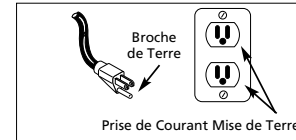

Figure 3 - Méthode de mise à la terre
1. Ce produit est conçu pour l'utilisation d'un circuit de 120 volts et a une fiche de mise à la terre comme celle indiquée sur la Fig. 3. Brancher ce produit seulement à une prise avec la même configuration de la fiche. Ne pas utiliser un adaptateur avec ce produit. Dans l'événement d'un court-circuit, la mise à la terre diminue le risque de secousse électrique en fournissant un fil d'échappement pour le courant électrique. Ce produit est équipé avec un cordon qui a un fil de terre avec une fiche de terre. La fiche doit être branchée dans une prise de courant qui a été installée et mise à la terre correctement en respectant tous les codes et règlements locaux.